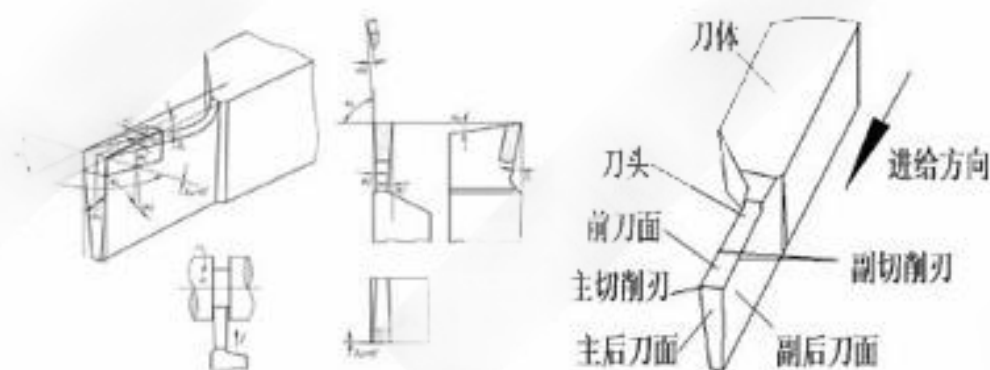

图 1-18 切断刀基本参数
2. 现以高速钢切断车刀为例，阐述切断刀的基本参数。如图 1-18 所示。